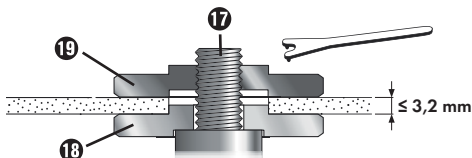

Abb. 1
**Bei dünnen Schleifscheiben (siehe Abbildung 1)**